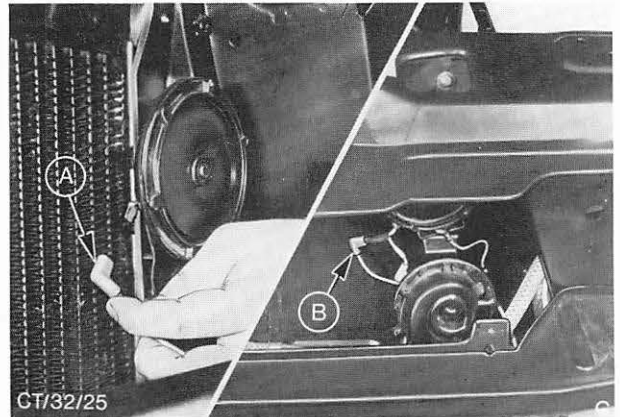

Abb. 33 A = Kabelschuh wird bei Fahrzeugen mit einem Horn unmittelbar am Horn angeschlossen
3. Stromkabel abklemmen. Abb. 33.